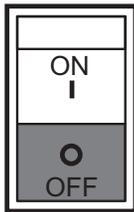

Figura 13. Disyuntor principal (apagado)
2. **NUNCA** arranque el motor con el disyuntor principal en posición de **encendido**. Coloque siempre el disyuntor (Figura 13) en posición de **apagado** antes de arrancar.